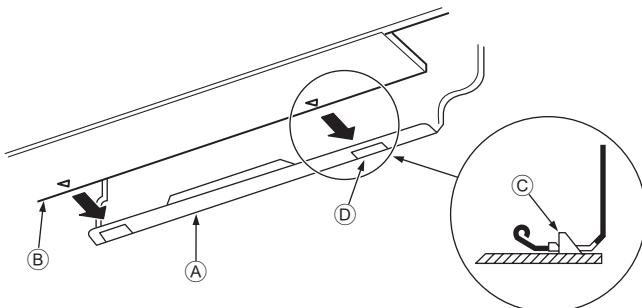

Fig. 3-10
3. Lors de l'insertion du tuyau de réfrigérant et le tuyau d'écoulement dans l'orifice mural d'insertion (manchette de pénétration), accrocher la partie supérieure de l'appareil intérieur sur la planche d'installation ①.
5. Fixer en poussant la partie inférieure de l'appareil intérieur sur la planche d'installation ①. (Fig. 3-10)
- \* Vérifier que les boutons en bas de l'appareil intérieur sont correctement maintenus sur la planche d'installation ①.
- ④ Planche d'installation ①
⑤ Appareil intérieur
⑥ Crochet
⑦ Orifice carré